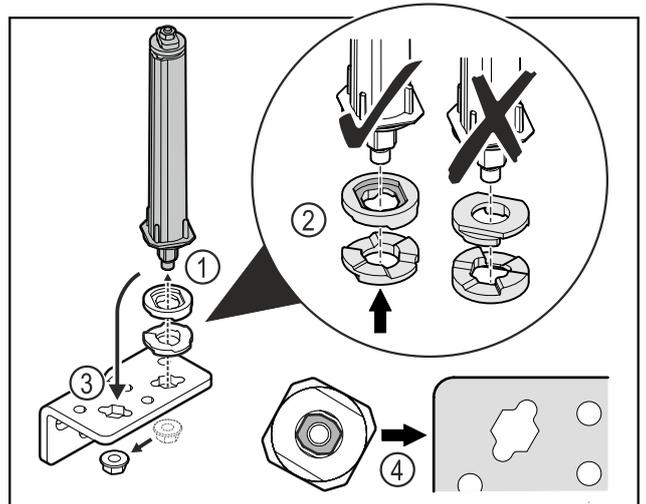

Fig. 51
- Dévisser l'écrou et retirer le système de fermeture de porte Fig. 51 (1).
- Veiller à ce que les rondelles de réglage de la hauteur soient correctement orientées Fig. 51 (2).
- Mettre le système de fermeture de la porte dans l'autre trou de l'équerre de charnière et le fixer avec l'écrou Fig. 51 (3).
- Lors de la mise en place, veiller à bien orienter le système de fermeture de porte Fig. 51 (4).